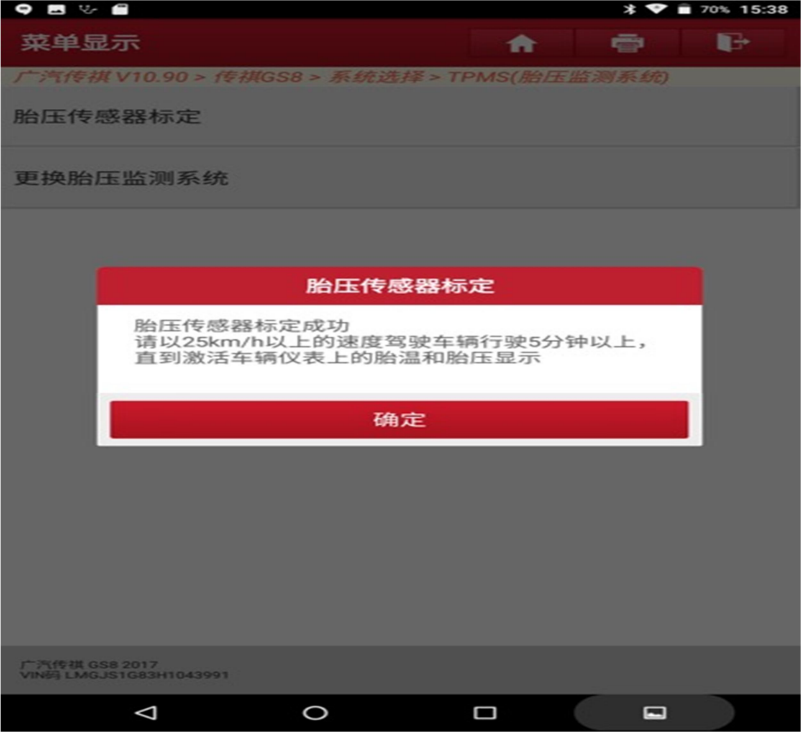

图 16
16). 胎压传感器标定成功，路试，点“确定”，如图 16: